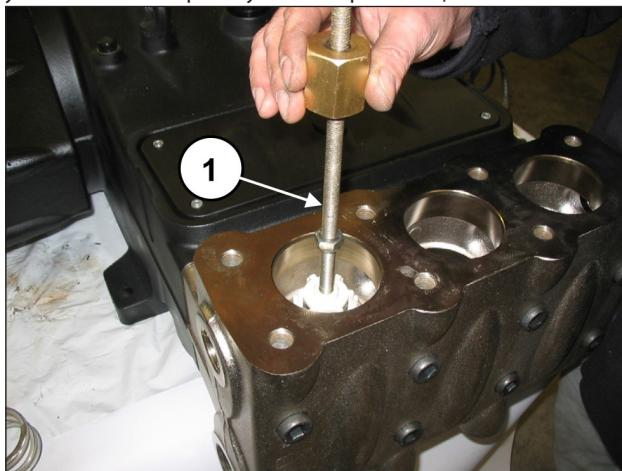

Рис. 92
Извлеките блок нагнетательного клапана с помощью съемника с ударной массой (арт. 27516400), вставив его в отверстие M10 направляющей клапана (поз. ①, Рис. 92), или, в дополнение, переходника M10-M16 (арт. 25089700), установив его на резьбу M16 направляющей клапана.